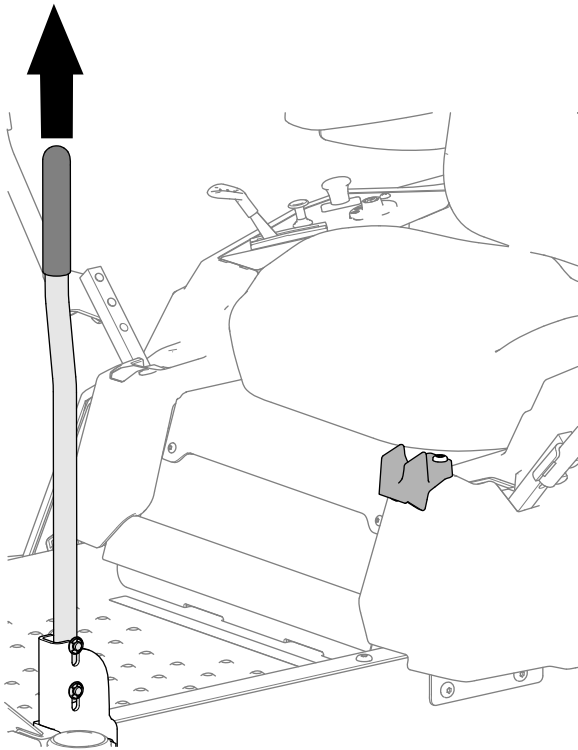

Bild 11
1. Klappen Sie den Stützgriff nach oben, wie in Bild 11 abgebildet.